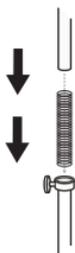

Figura 2
2. Far scivolare la molla della molla e l'acciaio inox all'interno del palo esterno con l'estremità aperta (Figura 2).